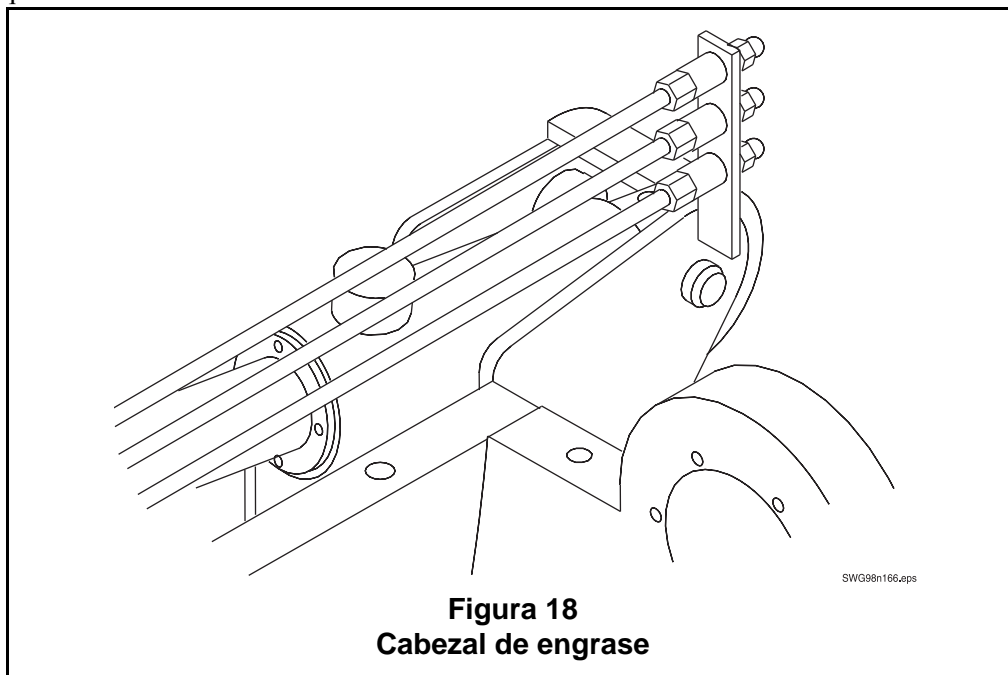

Figura 18
- Cabezal de engrase de la válvula oscilante (Figura 18). Desde este cabezal puede engrasar todos los puntos del montaje de válvula oscilante a los que normalmente no sería fácil de acceder